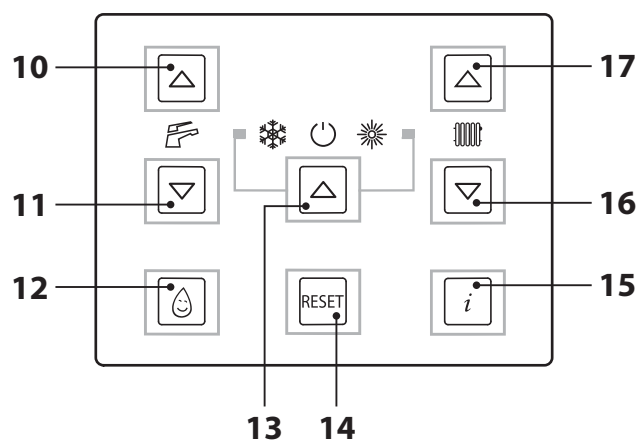
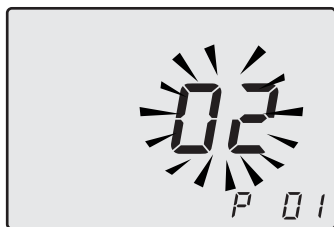
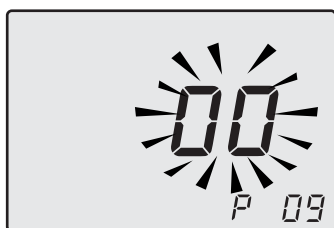
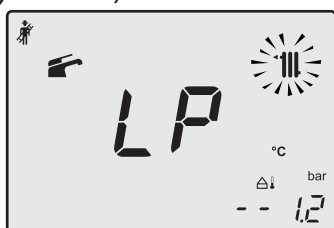

Рисунок 7.2
Рисунок 7.3
Рисунок 7.4
Рисунок 7.5
- Войдите в "режим программирования", нажав одновременно и удерживая в течение 10 секунд кнопки 13-16-17 (Рисунок 7.2) до появления на ЖК дисплее кода **P01** и значения параметра, которые указывают на вход в "параметр 01" (Рисунок 7.3).
- Нажмите кнопку 16 или 17 (Рисунок 7.2) для просмотра параметров и найдите параметр **P09** ("трубочист") (Рисунок 7.4).
- Нажмите одновременно кнопки 13 и 17, чтобы появилось значение **00** (режим "трубочист" отключен) (Рисунок 7.4). При помощи кнопки 16 или 17 измените значение на **01** (режим "трубочист" активирован при минимальной температуре отопления) и нажмите для подтверждения кнопку 13. На дисплее появится символ **LP**, сменяющийся значением минимальной температуры горячего водоснабжения (Рисунок 7.5).
- При помощи кнопки 16 или 17 (Рисунок 7.2) измените состояние на **dP** (режим "трубочист" активирован при максимальной температуре горячего водоснабжения) и нажмите для подтверждения кнопку 13. На дисплее появится символ **dP**, сменяющийся значением максимальной температуры горячего водоснабжения.
- Нажмите кнопку 17 (Рисунок 7.2) для просмотра параметров и найдите параметр **P09** ("трубочист") (Рисунок 7.4).
- Увеличьте или уменьшите значение при помощи кнопки 17 или 16 (Рисунок 7.2). Подождите 3 минуты, пока давление газа стабилизируется, после чего считайте значение на газовом манометре. **Помните, что во время калибровки максимума**
- Чтобы сохранить значение, нажмите кнопку 11 (Рисунок 7.2) и удерживайте ее в течение 1 секунды.
- Чтобы перейти к калибровке газового минимума, нажмите кнопку 10 (Рисунок 7.2). На дисплее появится символ **S-L**, сменяющийся параметром минимальной абсолютной мощности (Рисунок 7.15).
- Увеличьте или уменьшите значение при помощи кнопки 17 или 16 (Рисунок 7.2). Подождите 3 минуты, пока давление газа стабилизируется, после чего считайте значение на газовом манометре. **Помните, что при калибровке минимума нельзя вернуться к большему пропущенному значению .**
- Нажмите кнопку 10 (Рисунок 7.2), чтобы проверить установленное максимальное значение и, в случае необходимости, измените его, выполнив описанную выше
- Нажмите кнопку 10 (Рисунок 7.2), чтобы проверить установленное минимальное значение и, в случае необходимости, измените его, выполнив описанную выше процедуру.